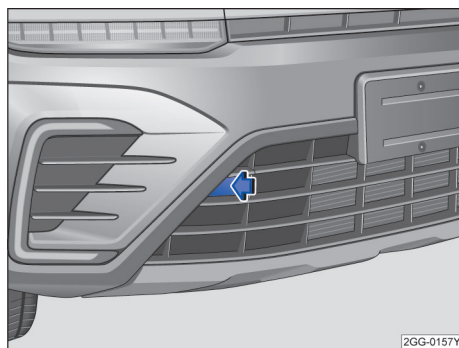

图 146 拆卸盖板
- 按压盖板的左侧区域→ 图 146（箭头），松开盖板的卡扣。